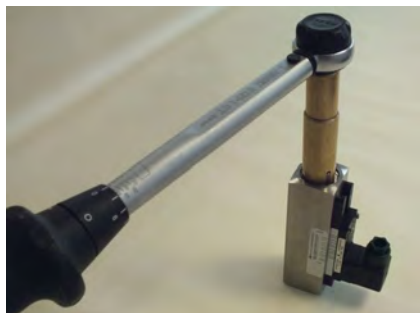

Abb. 58: Gewinding (Eingang) festziehen
5. ➤ Gewinding (Eingang) mit Hilfe des Eindrehwerkzeug-Gewinding einschrauben und mit Drehmoment-Steckschlüssel festziehen (Abb. 58), dabei Anziehdrehmoment beachten (☞ Kapitel 11.1 „Anziehdrehmomente“ auf Seite 89)